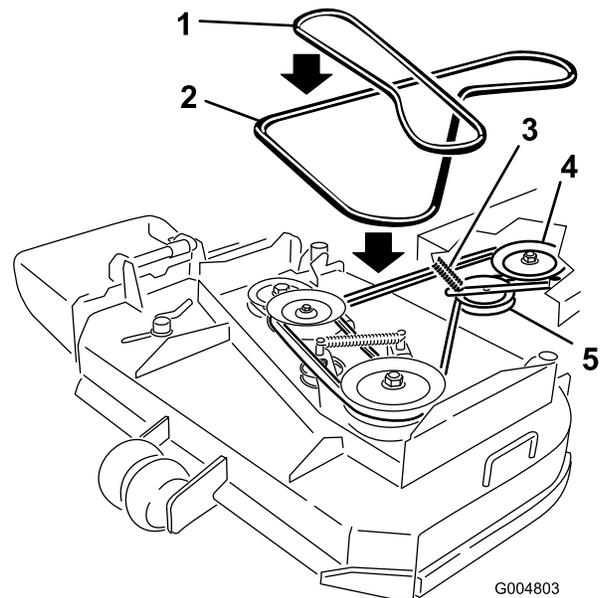

Bild 45
6. Rollen Sie den Riemen von der mittleren Spannscheibe am Mähwerk (Bild 45). Passen Sie beim Abnehmen des Riemens auf, da sich die Spannung aufgrund der gefederten Spannscheibe erhöht.
7. Nehmen Sie den Riemen von der Motorspannscheibe und der gefederten Spannscheibe ab (Bild 45).
8. Setzen Sie den neuen Riemen auf die Motorspannscheibe und die gefederte Spannscheibe auf (Bild 45).
9. Rollen Sie den Riemen auf die mittlere Spannscheibe am Mähwerk (Bild 45). Passen Sie beim Einsetzen des Riemens auf, da sich die Spannung aufgrund der gefederten Spannscheibe erhöht.